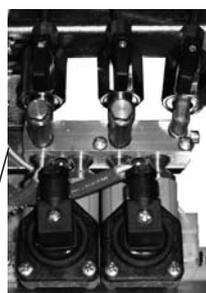

Figura 9
- c) I rubinetti dei contatori volumetrici **d** devono essere aperti (figura 9).